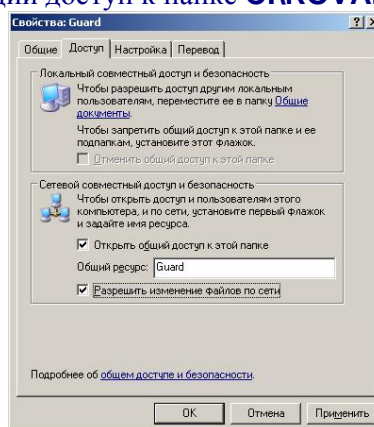

Рисунок 4
1.5 На сервере откройте общий доступ к папке **C:\ROVALANT\777\Guard** (Рисунок 4).